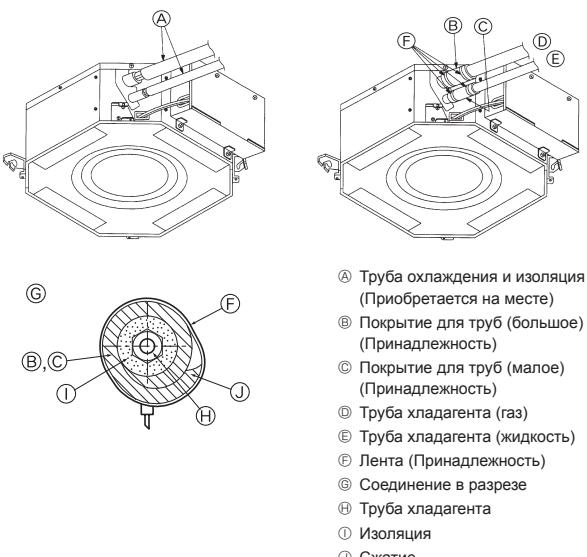

Fig. 3-3
⑧ Нанесите машинное масло охлаждения на всю поверхность области присоединения муфты.
3.3. Внутренний прибор (Fig. 3-3)